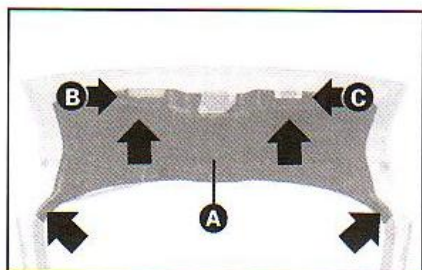

fig. 36
## LUZES DO BRAKE LIGHT - BRAVA figs. 36 e 37
1) Soltar os 8 parafusos (4 visíveis e 4 sob os coxins de borracha) de fixação do painel interno da tampa do porta-malas **A**-fig. 36.